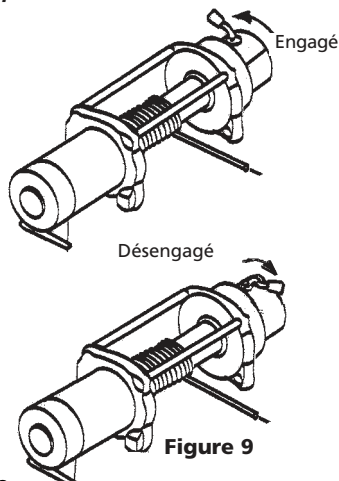

Figure 9
(Voir la Figure 9) Ramenez le bouton d'embrayage à la position « Disengaged ». S'il y a une charge sur le câble métallique, il pourrait être difficile de déplacer le bouton d'embrayage. NE FORCEZ PAS LE BOUTON D'EMBRAYAGE. Relâchez la tension sur l'embrayage en lâchant un peu du câble métallique. Déroulez plusieurs pieds de câble métallique du tambour. Ramenez le bouton d'embrayage à la position « Engaged ». Activez momentanément le treuil en mode déroulement afin de vérifier la direction de la rotation du tambour. Vérifiez votre câblage si le tambour tourne dans la mauvaise direction. Dégagez l'embrayage, puis tirez sur le câble métallique et fixez-le au point d'ancrage ou à la charge. Vérifiez qu'il reste assez de câble pour faire au moins cinq (5) tours sur le tambour. Réembrayez le tambour en ramenant le bouton d'embrayage à la position